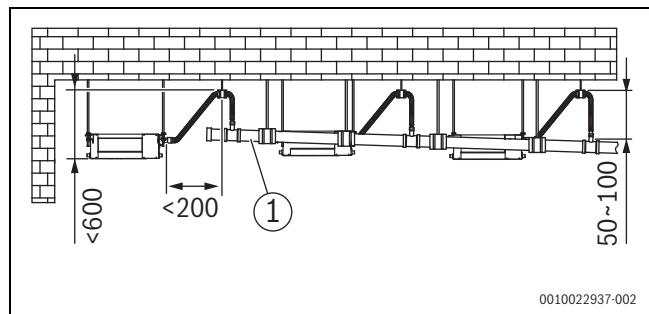
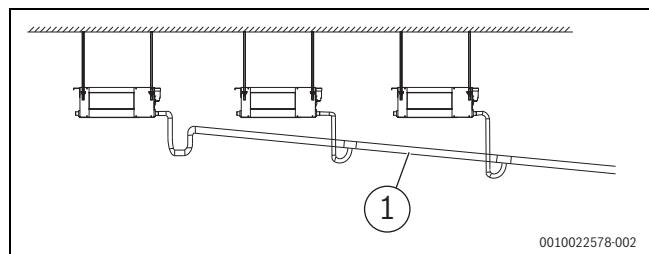

Bild 25 Installation und Abstände der Ablauflleitung bei Installationen mit Kondensatpumpe [mm]
Bild 26 Installation einer Ablauflleitung ohne Kondensatpumpe
- ▶ Ablaufröre entsprechend Abb. 25 (mit Kondensatpumpe) bzw. Abb. 26 (ohne Kondensatpumpe) installieren. Der Auslass der Ablauflleitung darf nicht höher liegen als der Kondensataustritt. Das Abwärtsgefälle muss mindestens 1/100 betragen.